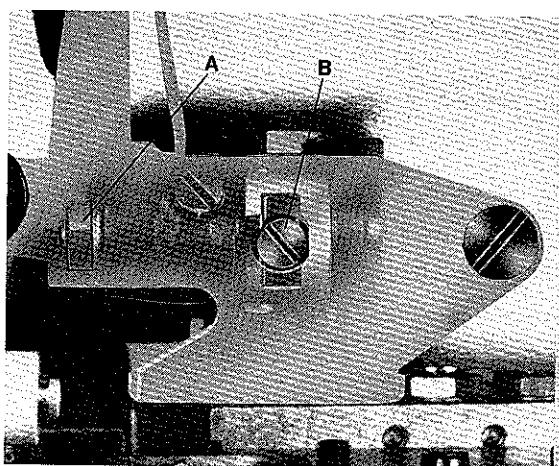

Fig.43
The amount of spreader travel from extreme left to extreme right position can be increased or reduced if required. For adjustment loosen nut (A, Fig.43), turning screw (B) clockwise reduces and turning it counterclockwise increases the amount of spreader travel.
Der Weg des Legers von der linken zur rechten Endstellung kann bei Bedarf, vergrößert oder verkleinert werden. Zur Einstellung lösen Sie die Mutter (A, Fig.43), drehen der Schraube (B) im Uhrzeigersinn verkleinert und drehen im Gegen- uhrzeigersinn vergrößert den Legerweg. Ziehen Sie die Mutter (A) wieder an.